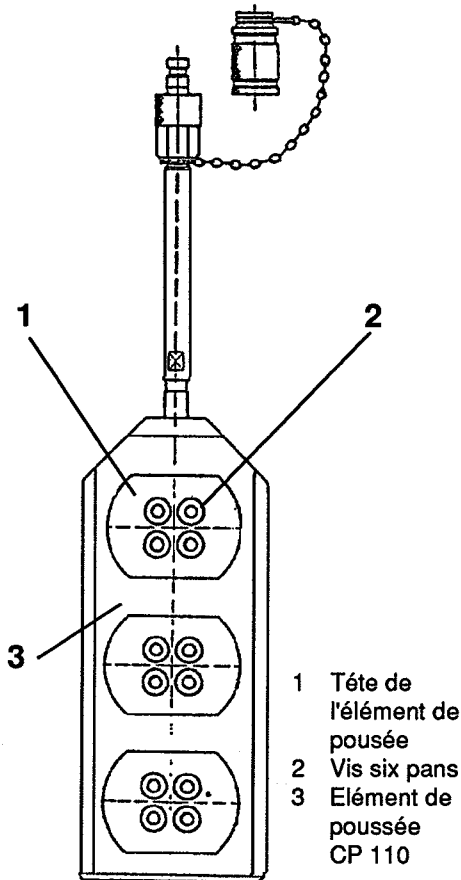

Fig. 7-2 Remplacement de la tête de l'élément de poussée du CP 110
1. 4 vis six pans M8 x 30 (2, fig 7-2)
2. Démontez la tête de l'élément de poussée (1).
Monter la tête de l'élément de poussée correctement, selon la fig. 7-2.